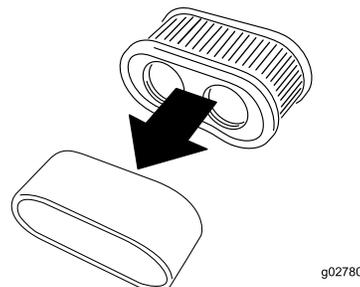

Figure 34
5. Sortez l'élément en mousse de l'élément en papier (Figure 34).